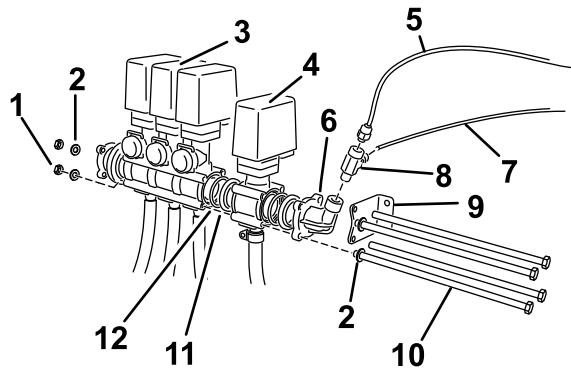

Figura 5
4. Localize o conjunto da válvula da bobina de tubagem e instale em linha com as válvulas existentes (Figura 5).
- 6. Reposicione o suporte no conjunto da válvula nos dois furos no adaptador do joelho mais próximo do suporte de montagem da válvula da rampa (Figura 5).
- 7. Insira dois parafusos longos (M8 X 260 mm) através do suporte de montagem, nos furos superiores e inferiores dos corpos da válvula da bobina de tubagem e as válvulas de derivação da rampa mais próximas da calha de montagem (Figura 5).
- 9. Utilize os dois parafusos restantes (M8 X 260 mm) com as anilhas existentes para prender os conjuntos das válvulas nos furos abertos nos corpos das válvulas (Figura 5)
- 13. Instale o encaixe em T (Figura 5)